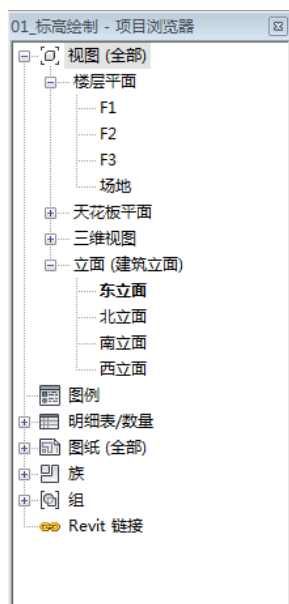
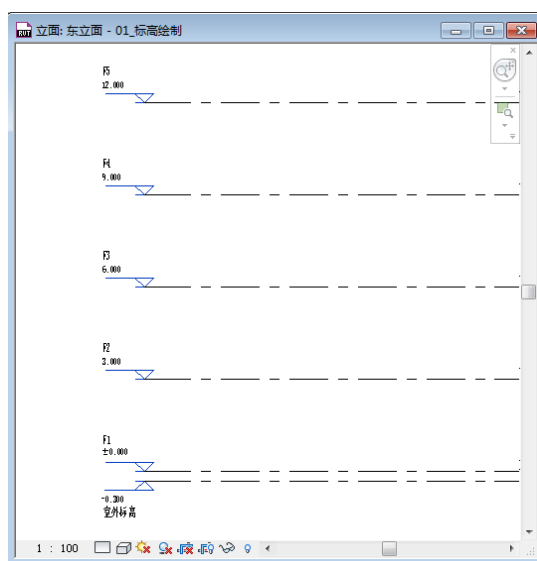

图 1-11
图 1-12
- 9) 观察“项目浏览器”中的“楼层平面”下的视图，通过复制及阵列的方式创建的标高均未生成相应平面视图（如图 1-11 所示）；同时观察立面图（如图 1-12 所示），有对应楼层平面的标高标头为蓝色，没有对应楼层平面的标头为黑色，因此双击蓝色标头，视图将跳转至相应平面视图，而黑色标高不能引导跳转视图。